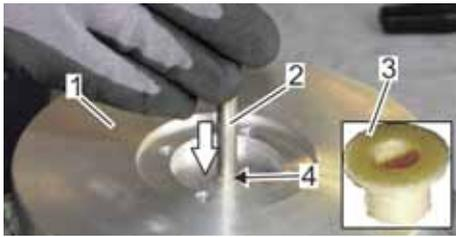

Abb. 145: Gleitlager eintreiben
6. Das Gleitlager mit dem Bund (Abb. 145/3) nach oben in die Bohrung (Abb. 145/4) einsetzen und mit einem Durchschlagdorn 6 mm (Abb. 145/2) in Pfeilrichtung in den Messwerkflansch (Abb. 145/1) eintreiben, bis der Bund auf dem Sitz aufliegt.